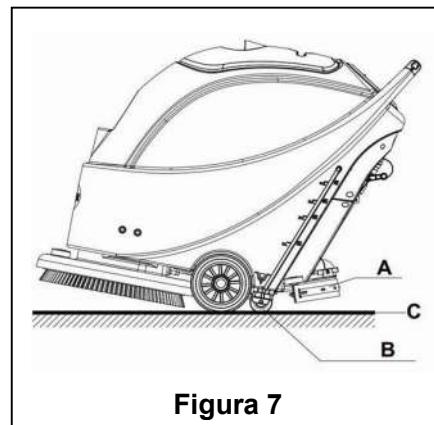

Figura 7
8. Rilasciare l'interruttore di sicurezza (1) per interrompere la spazzola/cuscinetto e l'elettrovalvola.
9. Premere l'interruttore dell'aspiratore (39) in posizione "O"; l'aspiratore ritarderà di 5 secondi prima di interrompersi.
10. Premere l'interruttore di controllo del diffusore d'acqua (40) in posizione "O" per interrompere completamente il funzionamento dell'elettrovalvola.
11. Premere l'interruttore (38) in posizione "O" e disinnestare il cavo di alimentazione dalla presa di alimentazione.
12. Usare la maniglia di sollevamento del tergipavimento (14) per sollevare il tergipavimento.
13. Afferrare il manubrio (2) e gentilmente rovesciare all'indietro l'apparecchio finché la ruota di guida (B) non tocca il pavimento. Vd. **Figura 7**.